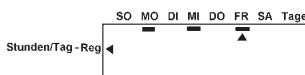

Abb. 15
- 6) Drücken die Taste **↑** zur Bestätigung. Unter dem Tag erscheint eine Unterstrichung. In den unterstrichenen Tagen wird die Regenerierung durchgeführt (Abb. 15).